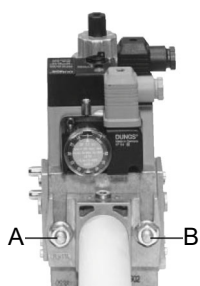
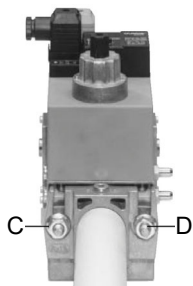
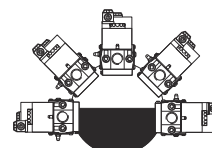

Fig. 2
Fig. 3
Fig. 5
3. apretar los tornillos A, B, C y D (Fig. 2 - Fig. 3), respetando las posiciones de montaje (Fig. 5);